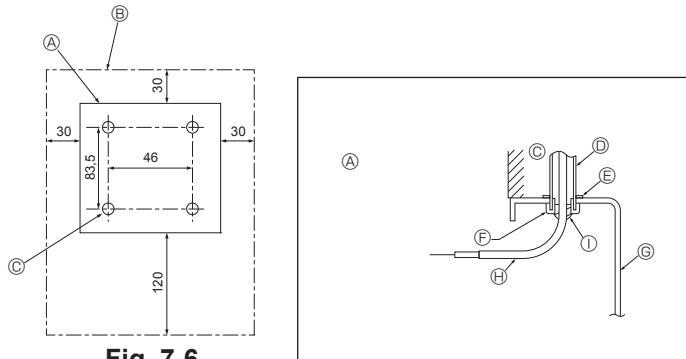

Fig. 7-6
(1) Selezionare un luogo adatto per l'installazione del comando a distanza. (Fig. 7-6)